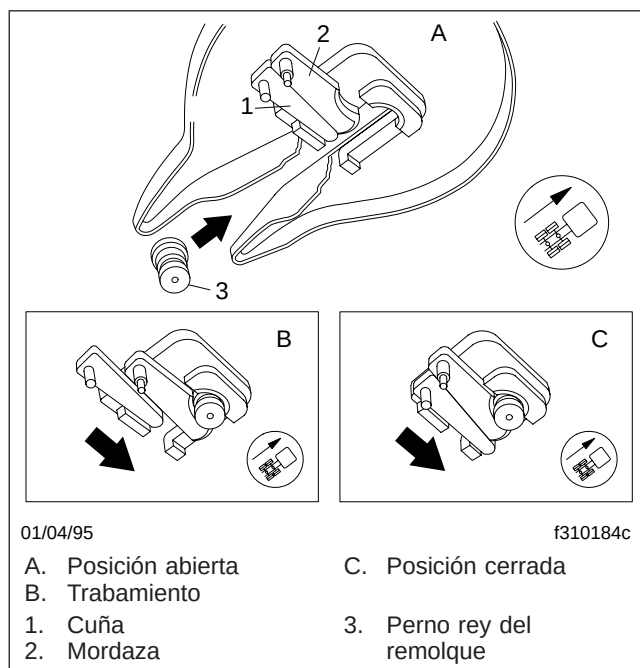

Figura 10.1, Mecanismo de cierre Fontaine del perno rey
El mecanismo de cierre de la quinta rueda Fontaine para el perno rey del remolque (**Figura 10.1**) consiste en una mordaza accionada por resorte y una cuña deslizante.
Durante el enganche (**Figura 10.1**), el movimiento del perno rey al entrar en la mordaza activará la mordaza y la cuña. La mordaza se desplaza a detrás del perno rey, seguida por la cuña. La función de la cuña es reforzar la mordaza y eliminar la holgura alrededor del perno. Cualquier desgaste de la mordaza es compensado inmediatamente por la cuña de manera que no hay holgura en la conexión.
3. Coloque el tractor de manera que la abertura del mecanismo de cierre de la quinta rueda esté alineada (tanto vertical como horizontalmente) con el perno rey del remolque. El perno rey debe estar en una posición que le permita entrar en la garganta del mecanismo de cierre (**Figura 10.1**). Ajuste los patines del remolque para que estén bastante altos como para alinearse y asegurar el trabado positivo del perno rey.